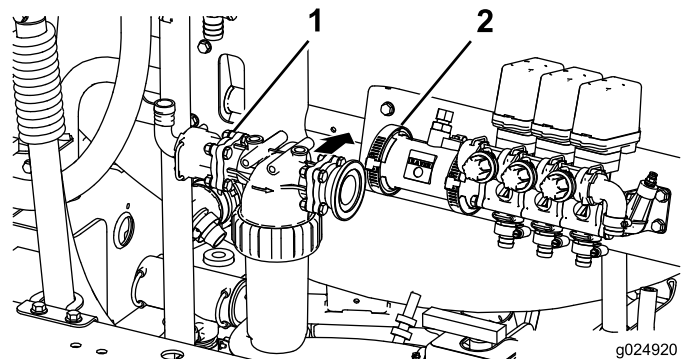

Figura 23
2. Retire la abrazadera existente, y el acoplamiento y las mangueras conectados a la abrazadera (Figura 23).
3. Instale el conjunto del filtro de presión en la máquina (Figura 23).